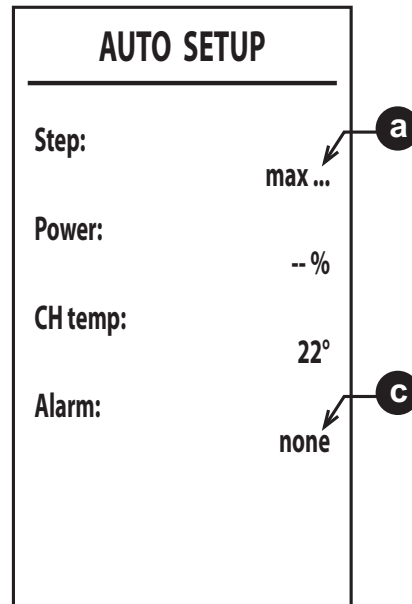

рис. 38
6. После розжига горелка устанавливается на различные мощности (max, med, min - макс., сред., мин.), показываемые в точке **a** (рис. 38).
8. Если последовательность розжига, описанная в пункте "6", не дала положительных результатов, появляется сообщение **max_err** в точке **a** и код ошибки в точке **c** (рис. 38).